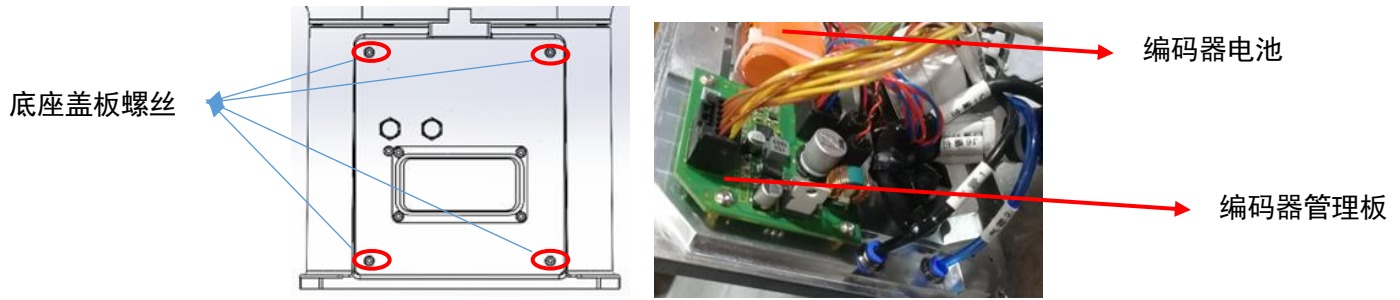

图 6.1 内部电池固定示意图
- 1) 拧掉图 6.1 所示的底座盖板固定螺丝，将底座盖板拉出；
- 6) 盖上底座盖板，拧紧图 6.1 所示的底座盖板螺丝；